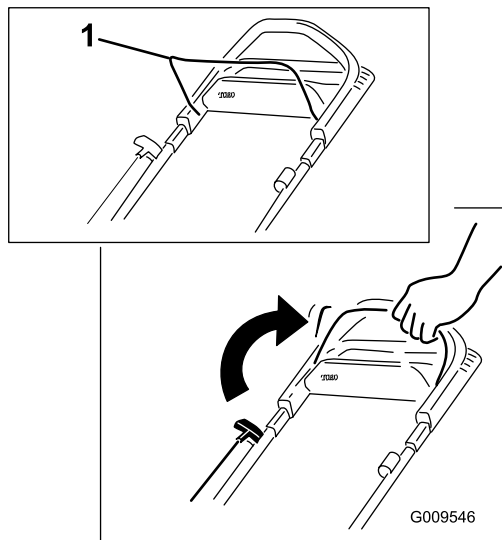

Рисунок 11
1. Удерживайте штангу управления ножом прижатой к рукоятке (Рисунок 11).